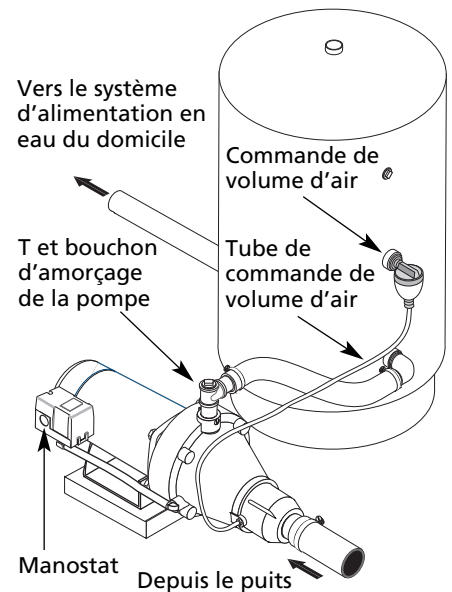

Figure 7 – Raccordement d'un réservoir standard
(Voir Figure 7)
1. Raccorder un T à l'orifice de refoulement de la pompe (voir Figure 7).
3. Enlever le bouchon 1/8 po NPT du tuyau de l'orifice de la commande de volume d'air (HPA) de la pompe (voir Figure 7). Acheminer le tuyau de l'orifice HPA de la pompe jusqu'à l'orifice HPA du réservoir (voir Figure 7). Pour des détails supplémentaires, voir les instructions fournies avec le réservoir et avec la commande HPA. L'emplacement de l'orifice HPA est variable selon le modèle de la pompe (voir la vue éclatée en page 19).